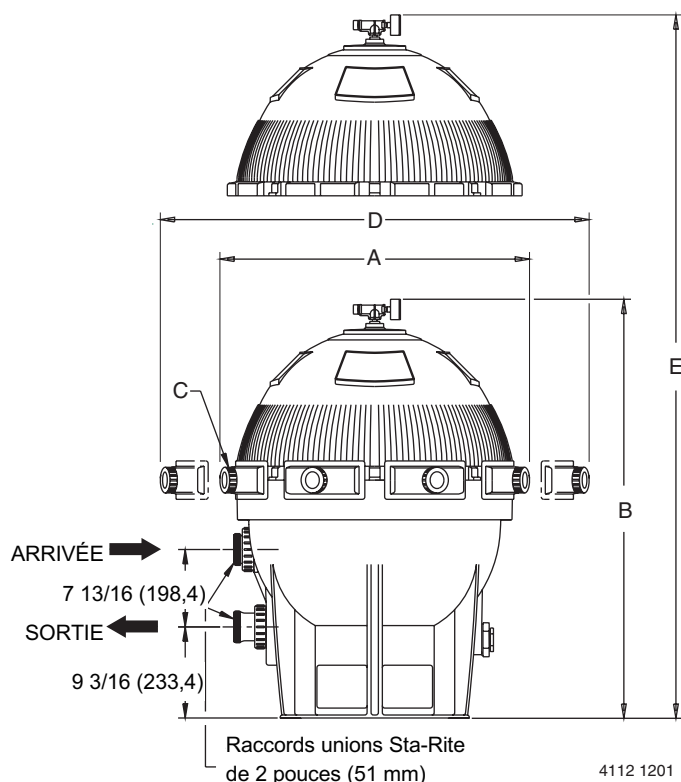

FIGURE 1 – Dimensions en pouces (mm)
- procurer les dégagements et l'éclairage nécessaires et suffisants pour procéder facilement aux entretiens périodiques. (Se reporter à la Figure 1 et au tableau II de la page 6 pour connaître les dégagements requis.)
- Dans le cas des installations permettant le lavage à contre-courant du filtre, installer une vanne coulissante à deux positions Sta-Rite, ou une vanne multivoies sur le filtre. Se reporter au tableau I. Si l'on prévoit nettoyer le filtre conformément à la rubrique « Méthode de nettoyage du module » de la page 10, il ne sera pas nécessaire de poser une vanne coulissante ou une vanne multivoies. Se reporter aux Figures 1 et 2 de la page 6 pour connaître le bon sens dans lequel l'eau doit circuler lorsque l'on branche les tuyaux.